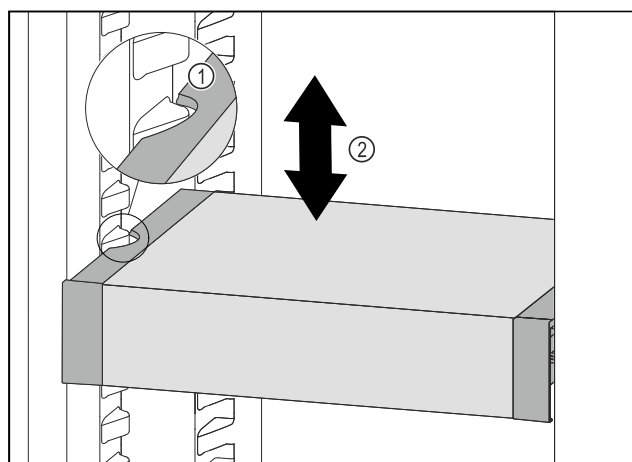

Fig. 131
- 向前移动 VarioSafe，直到 VarioSafe 两侧的凹槽与冷藏区中的容器肋梁持平。Fig. 131 (1)
- 在冷藏区中向上或向下移动 VarioSafe，直至所需高度。Fig. 131 (2)